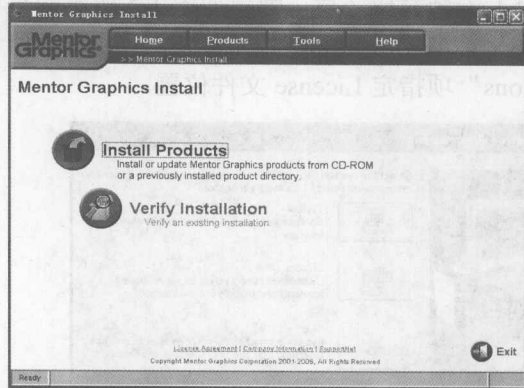

图 1-10 “Mentor Graphics Install”窗口
(1) License 文件安装完成之后, 弹出如图 1-10 所示的窗口。